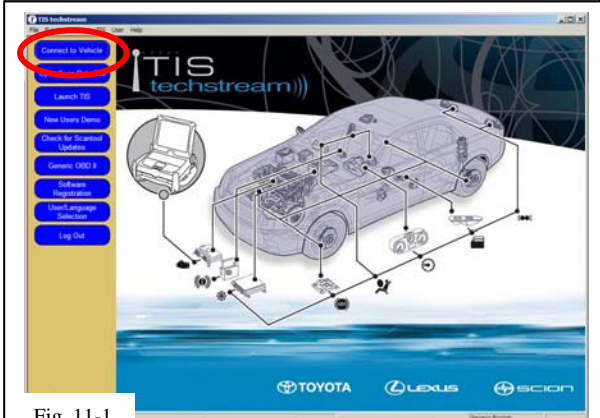

Fig. 11-1
- (d) Click “Connect to Vehicle” button. (Fig. 11-1)